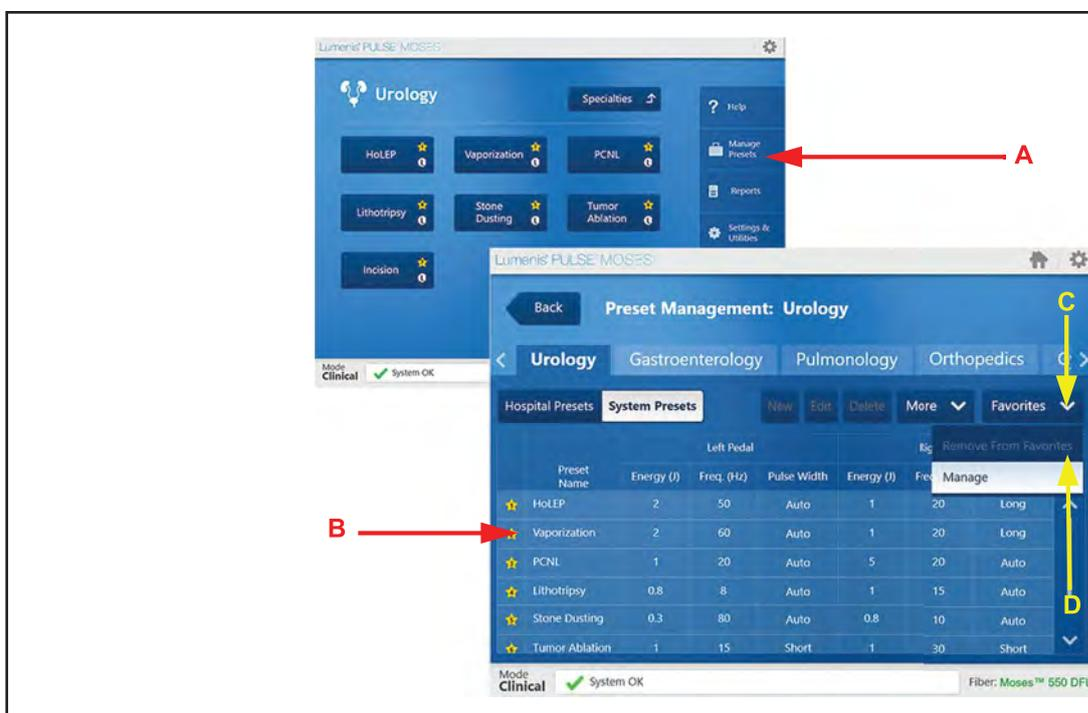

Figure 52 : Preset Management - Remove from Favorites (Gérer les préréglages – Supprimer des favoris)
1. Sur l'écran **Home** (Accueil), appuyer sur **Manage Presets** (Gérer les préréglages) (**A**, voir figure 52).